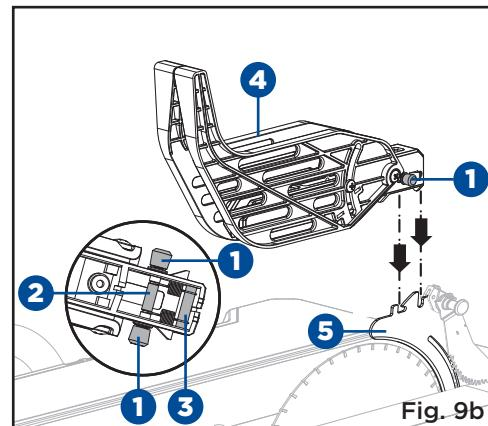

Fig. 9b
- Tenez et poussez les boutons (1) vers l'avant du protège-lame. Placez les goupilles (2, 3) du protège-lame (4) dans les fentes indiquées sur le couteau séparateur (5). (Fig. 9b)